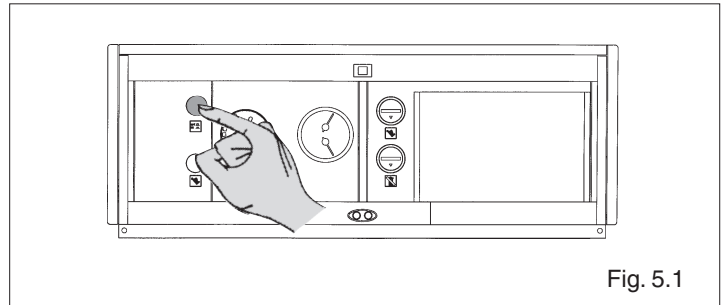

Fig. 5.1
- premere l'interruttore principale del pannello di comando e verificare lo spegnimento del LED di segnalazione verde (fig. 5.1)